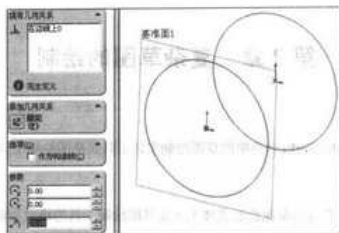

图 2-1 转换实体引用
(4) 保持基准面 1 的选取,单击 (草图绘制) 工具进行草图 2 的绘制。选取草图 1 的实体圆,单击草图工具栏中的 (转换实体引用) 工具,将草图 1 的圆实体复制引用到草图 2 中,如图 2-1 所示。注意此圆虽然没有标注尺寸,但因为具有“在边线上 0”的几何关系,所以,它同样具有完全定义的特性条件。